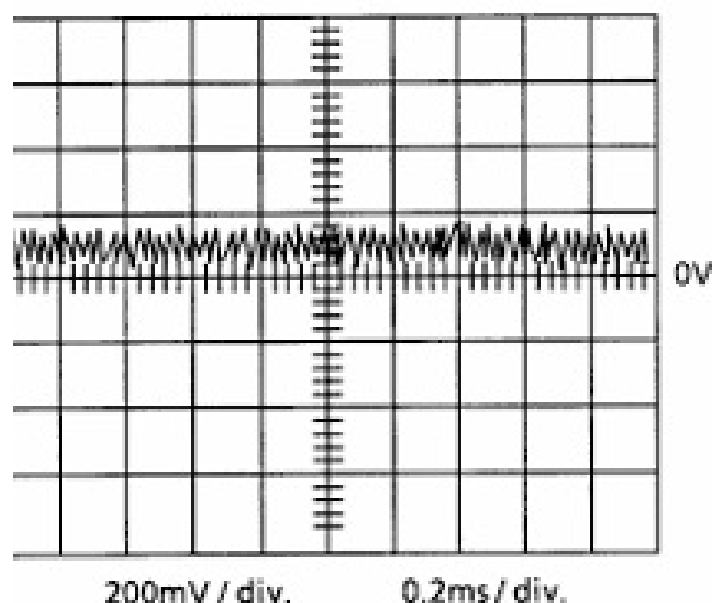

図 1
- 3) 図1に示す波形を得るようにVR603を調整してください。